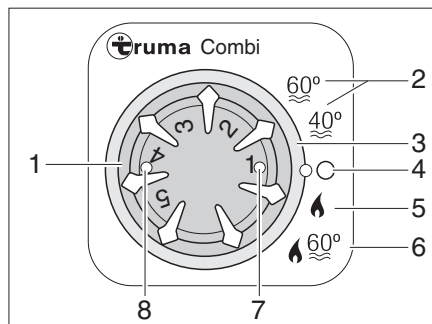

Bild 297 Kontrollenhet för värme/varmvattenberedare
- Respektive driftläge ställer man in med hjälp av vridströmställaren (Bild 297,3).
Värmesystemet väljer automatiskt rätt brännarsteg motsvarande inställd värmenivå. Vid driftstyp "värmesystem och varmvattenberedare" (Bild 297,6) värms även vattnet i varmvattenberedaren upp. Värmesystemet kan vara i drift med tom varmvattenberedare i driftstypen "värme utan varmvattenberedare" (Bild 297,5).
- Ställ temperaturvredet (Bild 297,1) på kontrollenheten till önskad värmenivå.
- Ställ vridomställaren (Bild 297,3) till vinterdrift "värme utan varmvattenberedare" (Bild 297,5) eller vinterdrift "Värme och varmvattenberedare" (Bild 297,6).
Den gröna kontrollampan (Bild 297,7) lyser.
- Ställ vridströmställaren (Bild 297,3) i läge "O" (Bild 297,4).